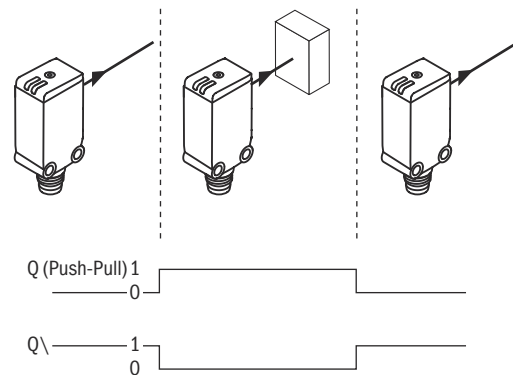

Figura 7: Comportamento di commutazione
- La distanza di lavoro viene regolata premendo il pulsante teach-in finché il LED giallo inizia a lampeggiare lentamente. Sugeriamo di posizionare lo stato di commutazione nell'oggetto, ad es. figura sopra. Una volta regolata la distanza di lavoro, l'oggetto viene rimosso dal percorso del raggio, il che provoca la soppressione dello sfondo e il cambio dell'uscita di commutazione (v. figura 7, pagina 85).
Se l'uscita di commutazione non funziona conformemente al diagramma di cui sopra, controllare le condizioni di applicazione, v. figura 7, pagina 85.